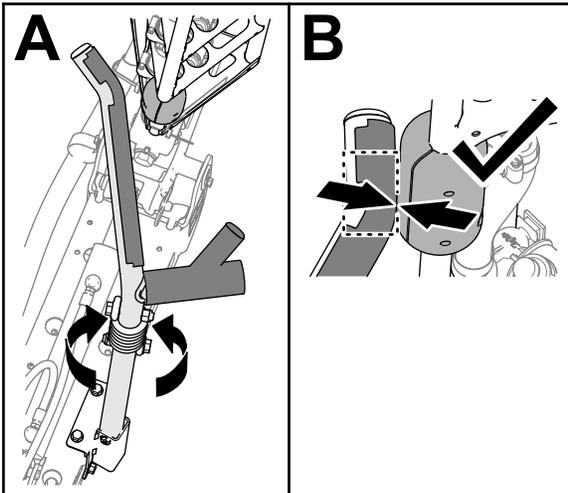

Bild 112
4. Drehen Sie die Gabel, bis die Biegung im Gabelrohr mit dem Schieblock am oberen Rohr des äußeren Auslegers übereinstimmt (Bild 112)
Hinweis: Die Schieblöcke müssen die Gabel an der Biegung des oberen Gabelrohrs berühren (Bild 112).